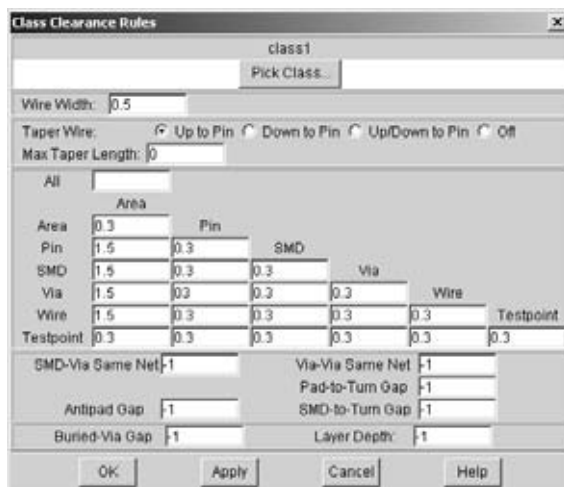

Рис.9.6.11
10. Командами **Rules/Class/Clearance** установить ширину цепей питания и земли 0,5 мм, а зазоры выставить 0.3 в соответствии с рис.9.6.11. Для того чтобы не менялась ширина проводника около КП и соответствовала размерам КП для **Tape Wire** выбрать **Up to Pin**. Нажать на кнопки **Apple** и **OK**.